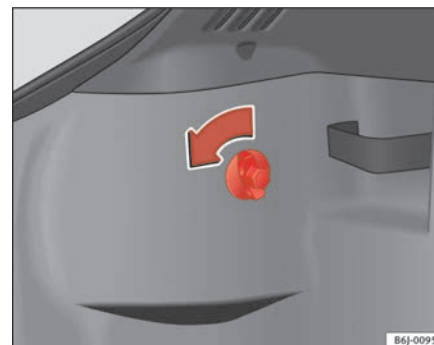

Fig. 155 Acesso aos faróis traseiros
- Rode o parafuso no sentido da seta à mão ou com a ajuda de uma chave de parafusos ⇒ fig. 155.
- Retire a ligação do alojamento **(A)** ⇒ página 235, fig. 155.